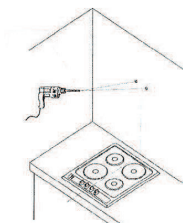
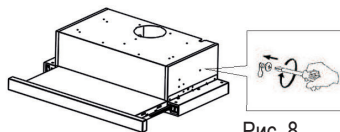

Рис. 7
Рис. 8
- Сделайте отверстия в обозначенных местах с помощью сверла, соответствующего диаметра шурупов (рис. 7).
После монтажа винтов в стену (рис. 7), затяните корпус вытяжки (рис. 8).